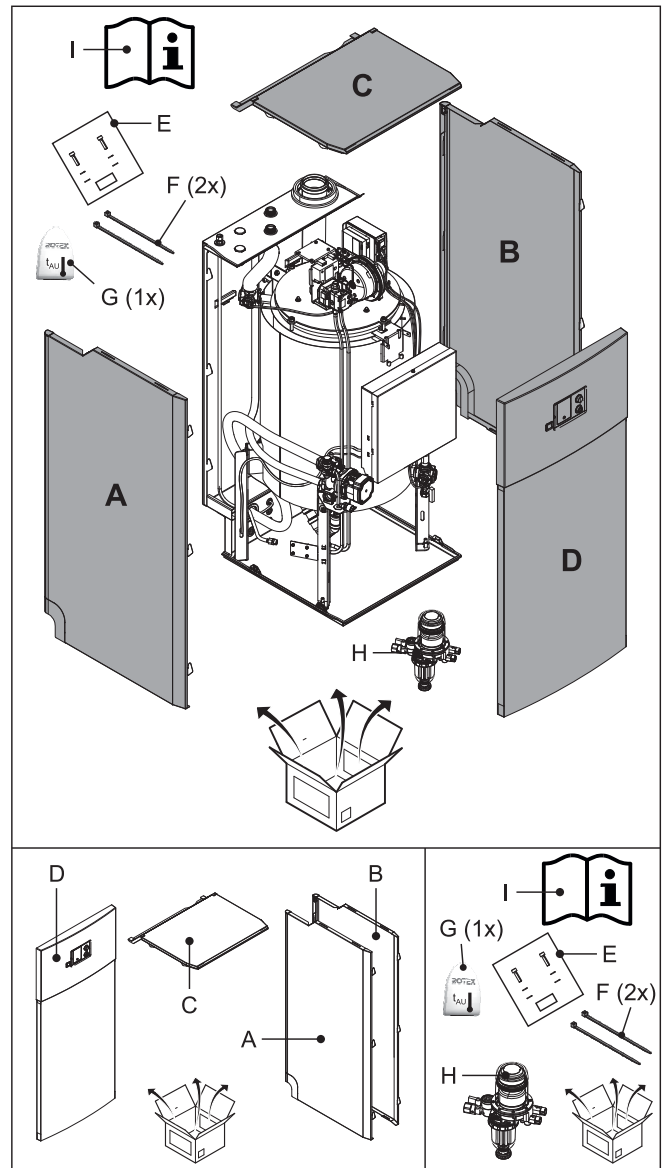

Bild 4-3 Lieferumfang Serien-Zubehörpaket
- Kesselverkleidung (siehe Bild 4-3)
Tab. 4-3 Legende zu Bild 4-3